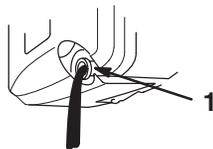

Figure 28
5. Basculez la tondeuse sur le côté *gauche* pour permettre à l'huile de s'écouler dans le bac de vidange (Fig. 28).